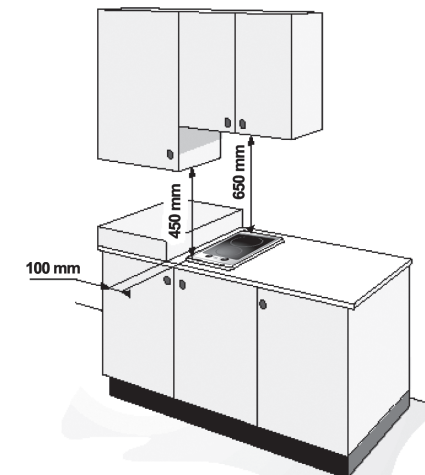

Fig. 3
- Sett inn ledningen i kabelklemmen (Fig. 3) og koble ledningene til tilkoblingsplaten.